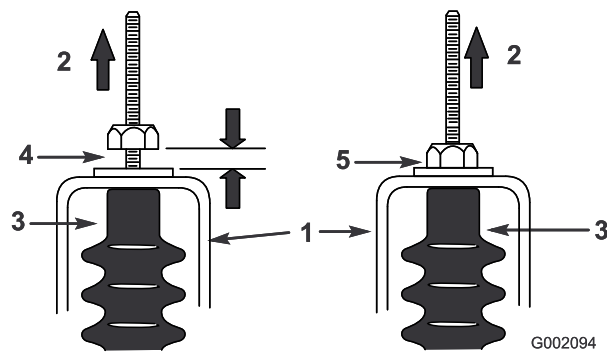

図 36
5. それぞれのシフトケーブルを引っ張って、ナット/ワッシャとニュートラルブラケットとの間に0.07-0.15 mm のすきまがあることを確認する(図 36)。すきまがない場合にはナットを調整して 0.07-0.15 mm のすきまを作る。